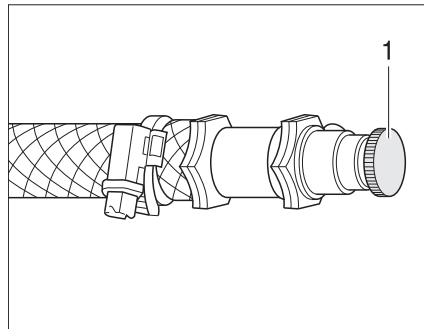

Bild 164 Entlüftungsventil Warmwasser-Heizung
- Das Entlüftungsventil (Bild 164,1) öffnen und geöffnet lassen, bis keine Luft mehr austritt.